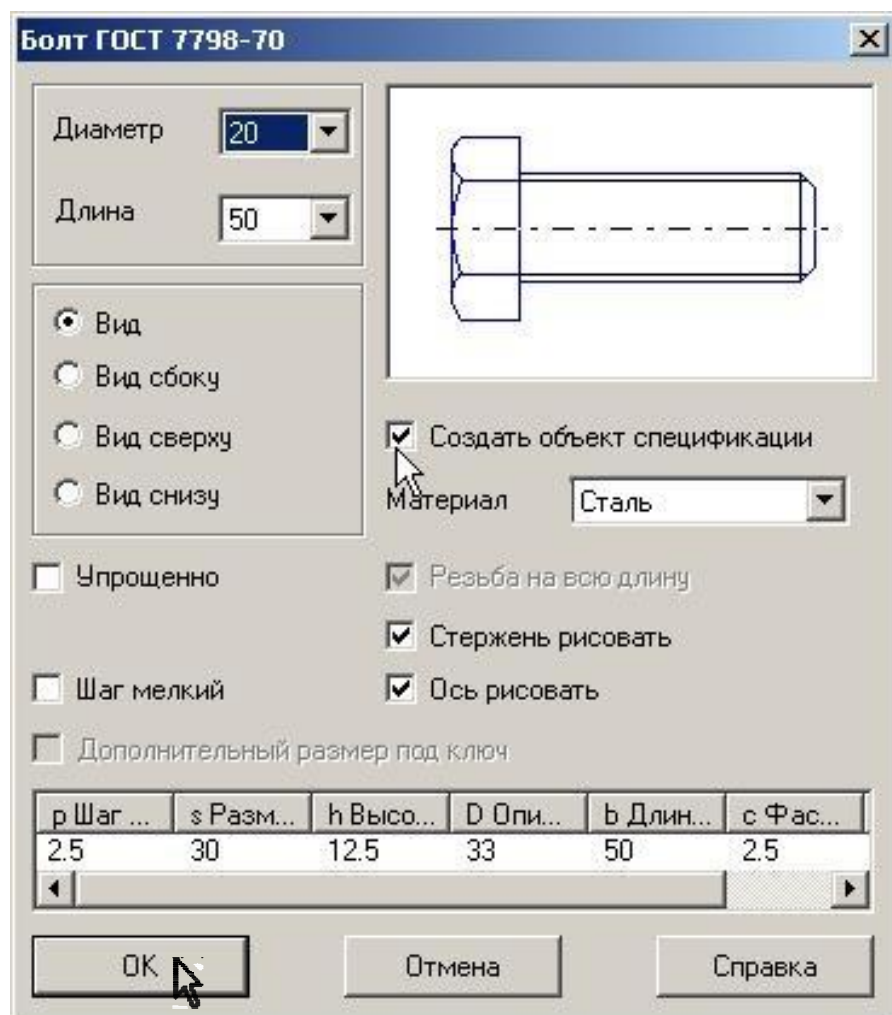

Рис. 3
3. Для ввода данных в разделе спецификации «Стандартные изделия» можно, не создавая раздел, открыть в машиностроительной библиотеке раздел **Болты – Болты нормальные – Болт ГОСТ 7798-70**, установить необходимые параметры, включая простановку маркера напротив опции «Создать объект спецификации», рис. 3.